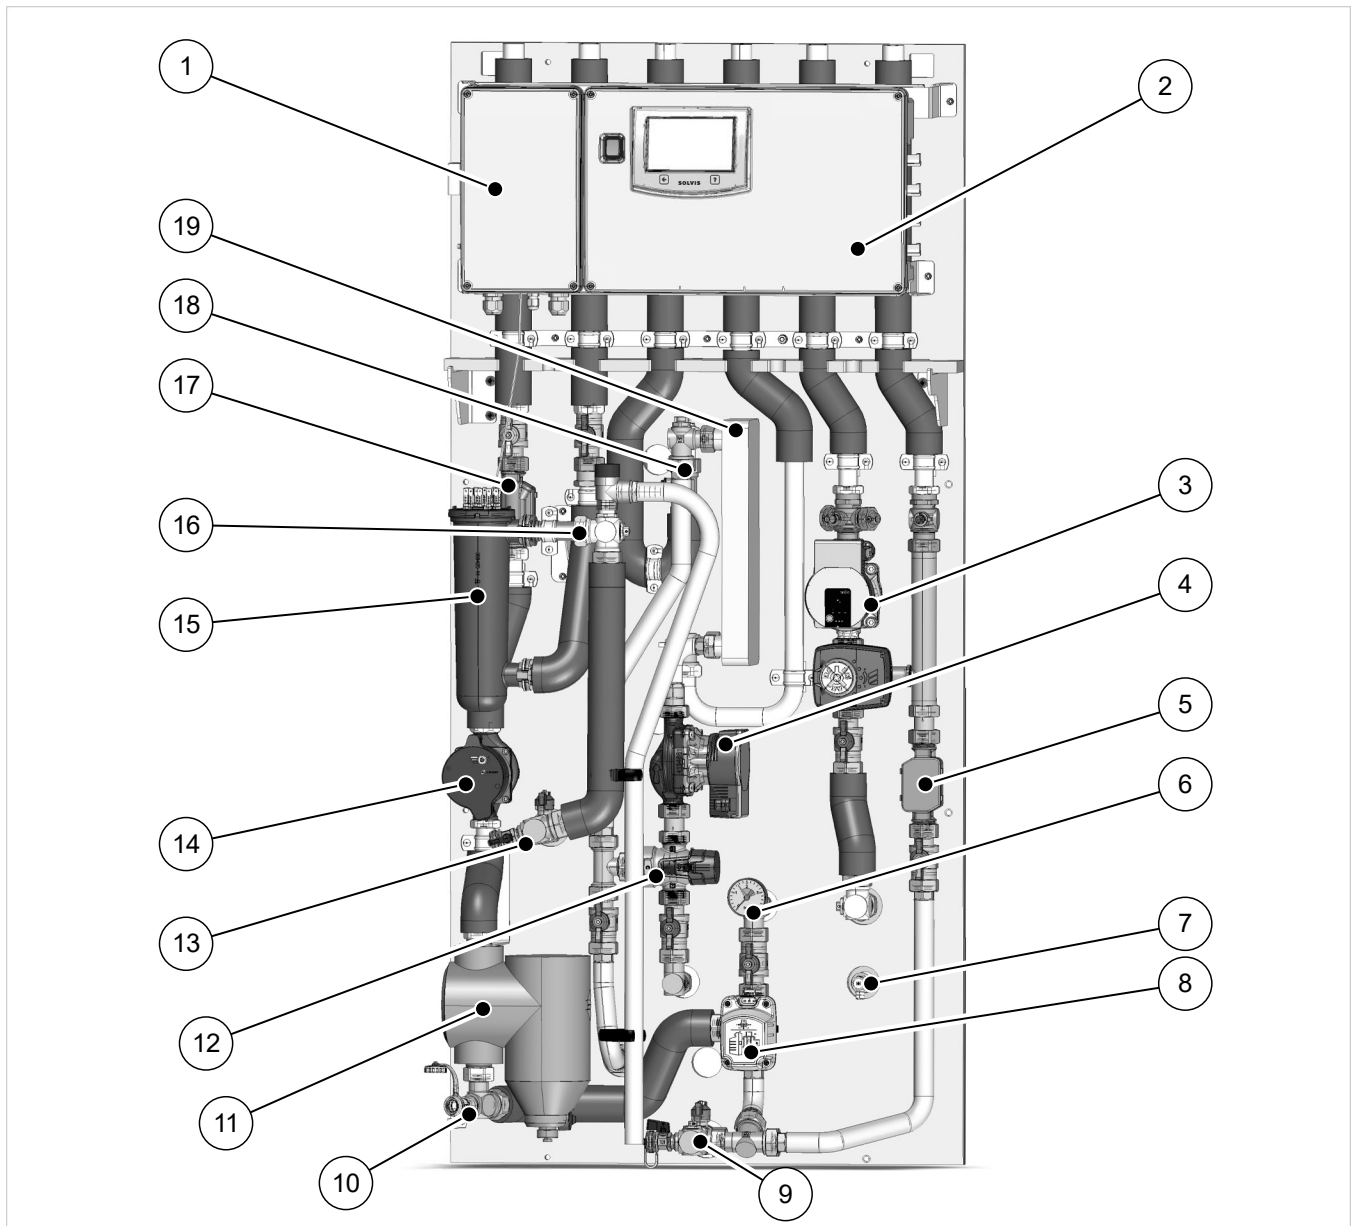

Abb. 12: Übersicht Lademodul SolvisLeo mit integrierter HKS-G-4,0
1. Den Entlüfter aus dem beiliegenden Montagepack entnehmen und auf dem dafür vorgesehenen Speicheranschluss montieren (siehe → Abb. 12, S. 12).